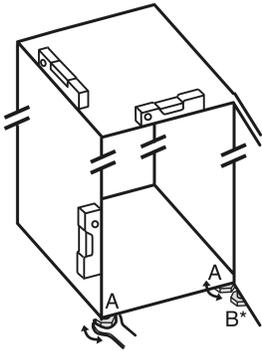

Fig. 3
- ▶ Dévisser les pieds réglables Fig. 3 (A) avec la clé plate fournie et utiliser un niveau à bulle pour vérifier que l'appareil est bien plan.
- ▶ Dévisser le pied réglable Fig. 3 (B) du support de palier avec la clé plate fournie jusqu'à ce qu'il touche le sol.
- ▶ Tourner le pied réglable Fig. 3 (B) de 90° supplémentaires.